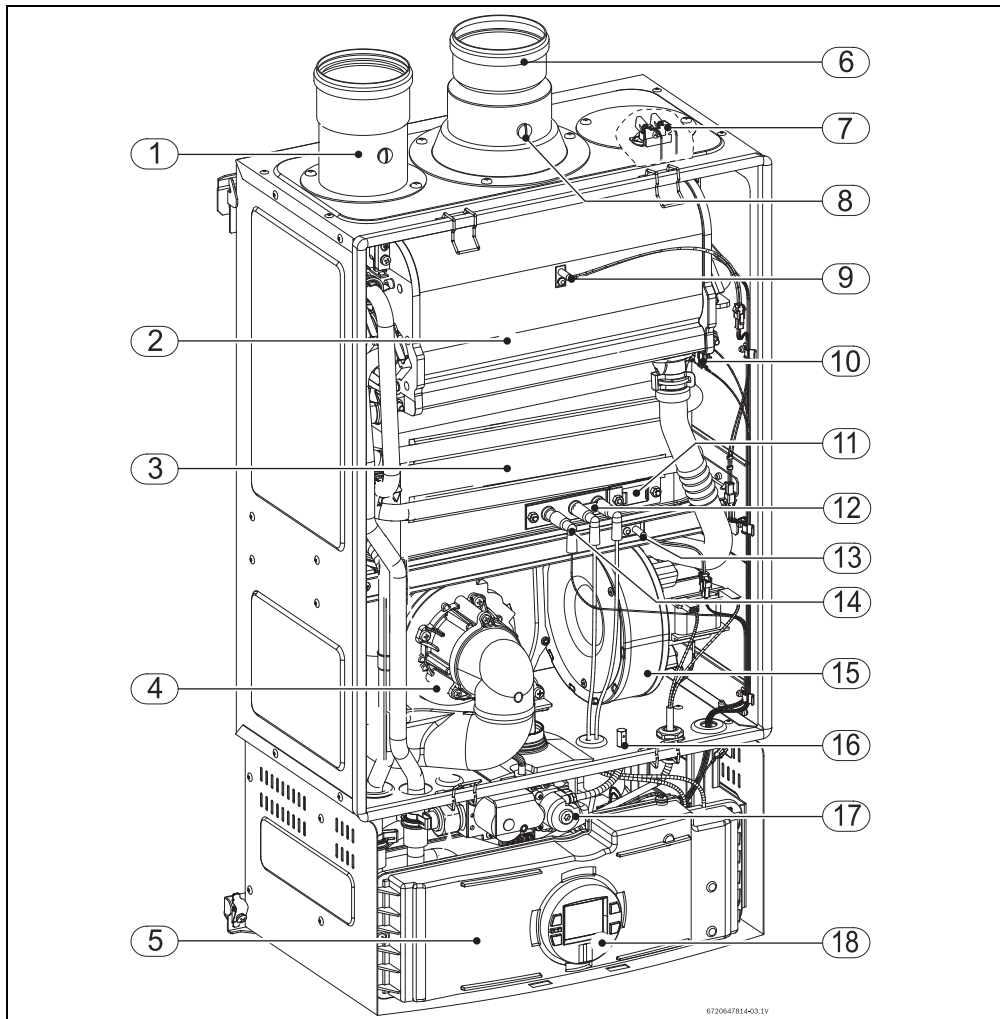

Fig. 2
Siempre que se abra un grifo de agua caliente, el detector del caudal de agua (Fig. 2 , pos. 2) envía una señal a la unidad de mando, dando inicio al ciclo de funcionamiento: